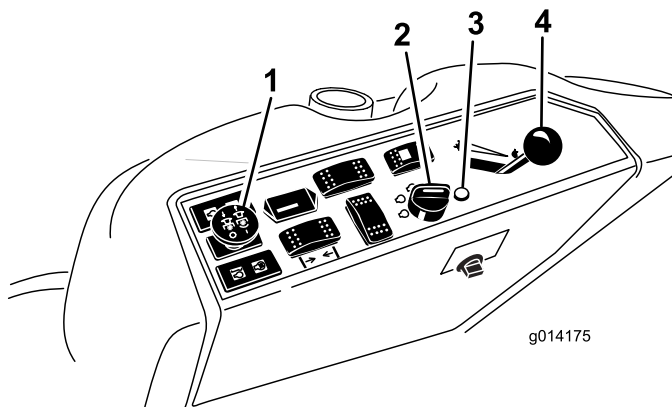

Figura 9
4. Mueva el interruptor de la toma de fuerza (TDF) a la posición de Desengranado (Figura 9).
5. Ponga la palanca del acelerador en un punto intermedio entre las posiciones Lento y Rápido (Figura 9).